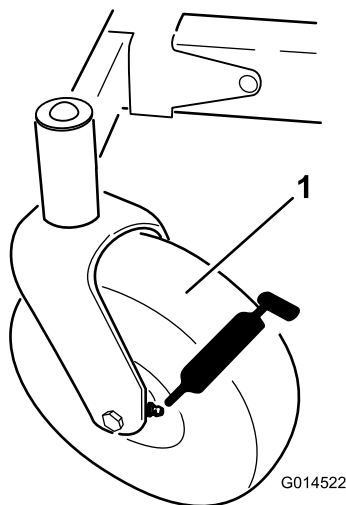
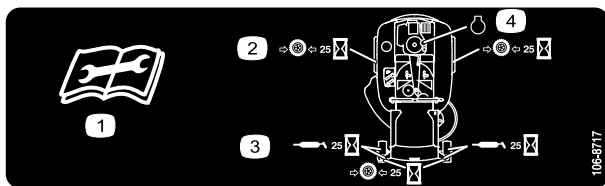

Figura 25
Figura 26
3. Pulite i raccordi d'ingrassaggio (Figura 25 e Figura 26) con un cencio, e togliete eventuali tracce di vernice davanti ai raccordi.
4. Collegate un ingrassatore a pressione a ciascun ingrassatore (Figura 25 e Figura 26). Pompate del grasso nel raccordo finché non inizia a fuoriuscire dai cuscinetti.